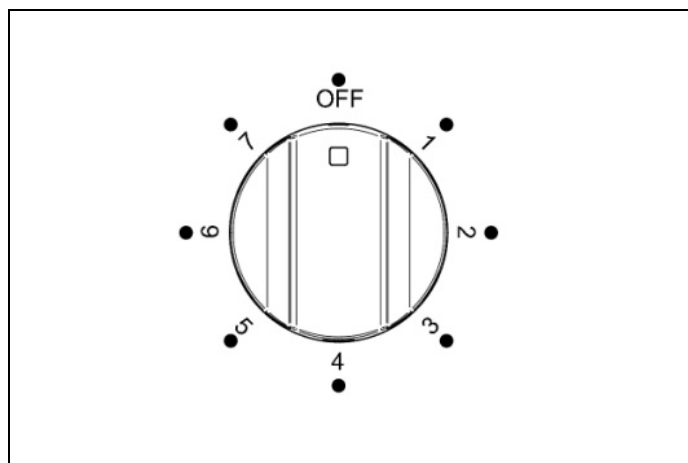
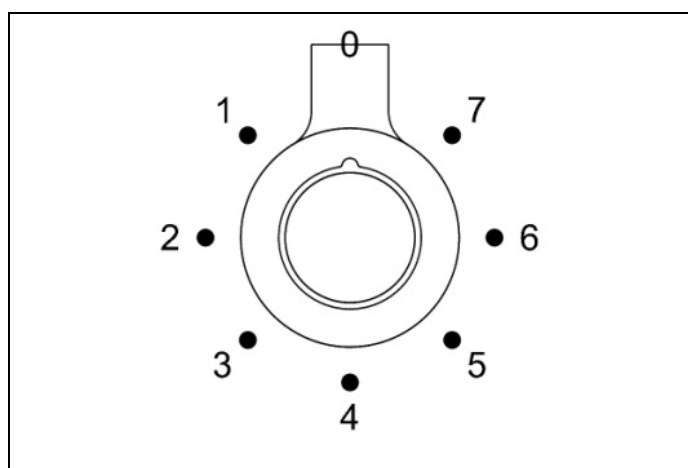

Fig. 20
Fig. 21
- 2) Drej grillkontrolknappen (Fig. 20 og Fig. 21) med uret til position 7 for maksimal effekt. Termostatens røde lampe vil lyse. For bedste resultat skal grillen forvarmes i 3–5 minutter.